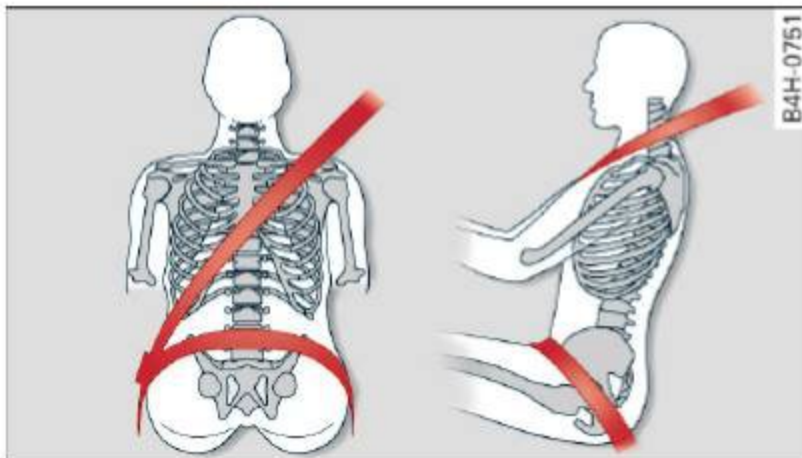

Fig. 149 Position de la ceinture de sécurité
- La ceinture diagonale devrait passer aussi près que possible du centre de la clavicule et devrait s'ajuster convenablement au corps. Tenez la ceinture au-dessus de la languette et tirez-la uniformément devant le thorax pour qu'elle s'appuie aussi bas que possible sur le bassin et qu'elle n'exerce pas de pression sur l'abdomen. La ceinture de sécurité devrait toujours être bien ajustée ⇒ *fig. 149*. Si nécessaire, tirez sur la ceinture de sécurité pour la serrer.
- La partie de la sangle ventrale de la ceinture de sécurité doit être positionnée aussi bas que possible sur le bassin et jamais sur l'abdomen. Assurez-vous à ce que la ceinture soit bien à plat et serrée ⇒ *fig. 149*. Si nécessaire, tirez sur la ceinture de sécurité pour la serrer.